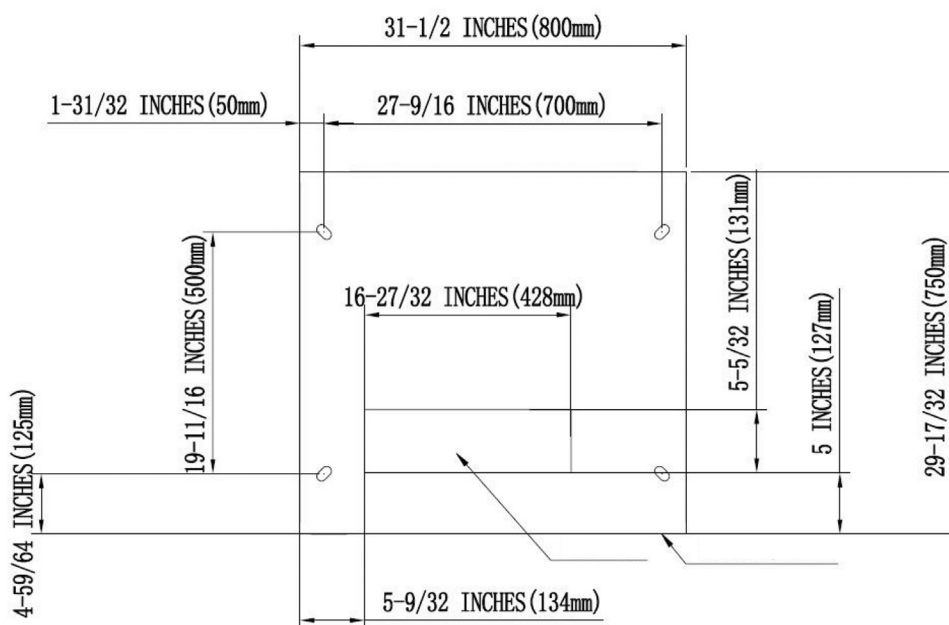

Figure 3.4.2-A
1. La taille du trou est indiquée dans la Figure 3.4.2-A.